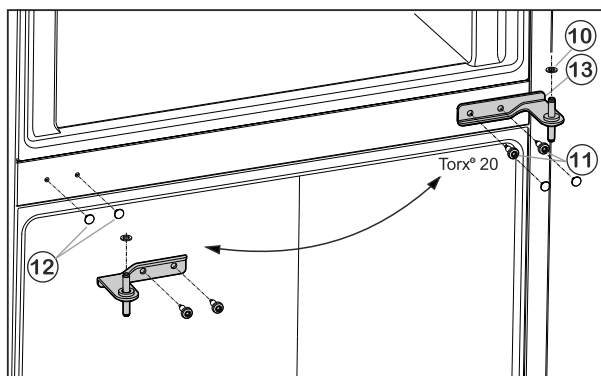

Fig. 6
- ▶ Tõmmake katted Fig. 6 (12) ettevaatlikult maha ja pange vastasküljel uuesti peale.